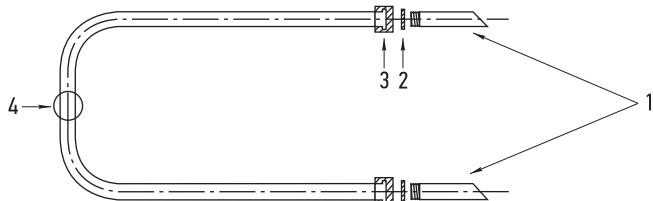

Рис. 5
- 4.1. Полотенцесушитель «П-образный+», «Гусли+», «Лира+», комплектуются согласно схеме подключения (рис. 5, 6, 7):
6.4. Монтаж полотенцесушителя производить согласно схеме (см. рис. 5, 6, 7, 8).